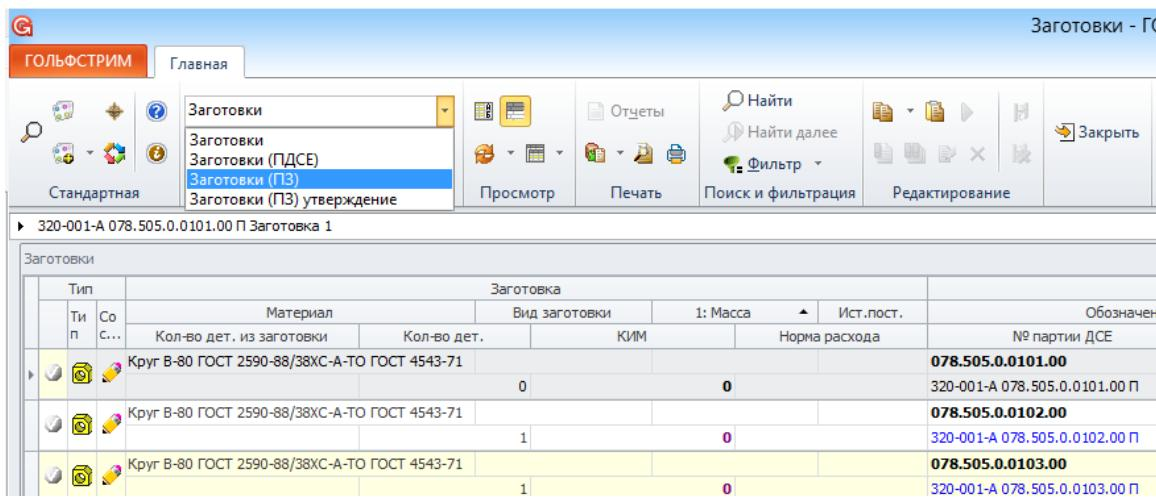

Рисунок 9: Пример смены компоновки
- На панели инструментов окна задачи, в верхнем левом углу из выпадающего списка выбрать необходимую компоновку (рис. 9).